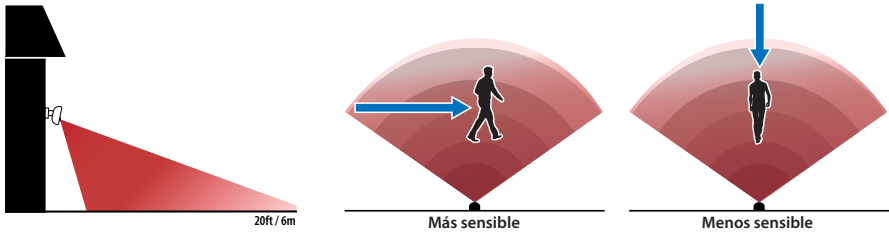

Figura 5
- Para tener una cobertura óptima, monte el reflector a aproximadamente 6,5 pies/2 m del suelo, apuntando levemente hacia abajo en un ángulo en el que el reflector tome el camino más probable de las visitas y los vehículos. La detección de movimiento es menos efectiva cuando el movimiento se realiza directamente hacia el reflector, o directamente en su dirección contraria (ver Figura 5).